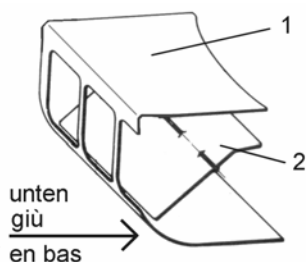

Abbildung 19: Vorluftbegrenzer (VLB)
In Ihrem Ölofen ist ein Vorluftbegrenzer (VLB, siehe Abbildung 19) eingebaut, dieser gleicht Förderdrücke über 20 Pa aus, damit wird ein wirtschaftliches Heizen auch bei hohem Förderdruck (Schornsteinzug, Kaminzug) ermöglicht. Kontrollieren Sie bitte die einwandfreie Funktion des VLB bzw. Zugbegrenzers. Beachten Sie hierzu die Hinweise in Kapitel 12.3 „Wartung des Vorluftbegrenzers“.
19). Im Inneren des automatisch arbeitenden VLB befindet sich eine sogenannte Pendelklappe. Mit Hilfe eines VLB kann Ihr Ofen wirtschaftlich geheizt werden. Damit der VLB zugänglich wird, müssen gegebenenfalls die Rückwand („Viking“) bzw. das Inspektionsblech („Ibiza“) Ihres Ölofens abgenommen werden. Durch leichtes Zusammendrücken des Gehäuses mit der Hand kann der VLB aus der Vorwärmkammer (siehe Abb. 1 + 2) herausgezogen werden. Beseitigen Sie eventuell vorhandenen Staub mit einem Staubsauger. Zum Montieren brauchen Sie den VLB nur formschlüssig in die vorhandene Öffnung am Brennermantel einstecken (wichtig: große Rundung muss unten sein, siehe Abbildung 19). Überprüfen Sie abschließend die freie Beweglichkeit der Pendelklappe, dazu Tippen Sie diese behutsam an. Infolge z.B. Erschütterungen beim Transport des Ofens o.ä. könnte sich die Klappe verklemmen. Dieser Zustand muss beseitigt werden.